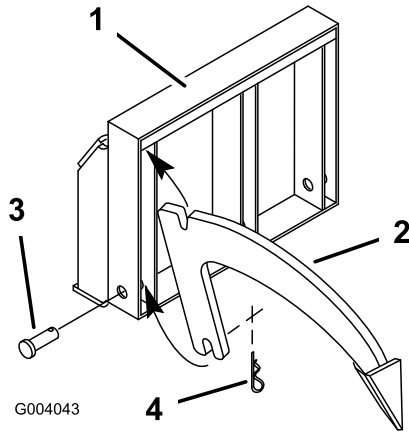

Figura 3
1. Coloque la ranura de la parte superior del accesorio en la barra superior, en una de las 3 posiciones de montaje de accesorios (Figura 3).
2. Gire la parte inferior del accesorio hasta que entre en el bastidor y fíjela con un pasador (Figura 3).
3. Sujete el pasador con una chaveta (Figura 3).